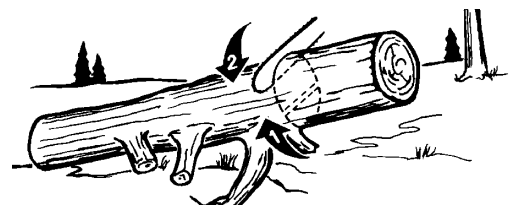

Fig. 14
2. Tronçonnage d'un tronc supporté à une extrémité: Effectuer d'abord une coupe par le dessous (sous-coupe) sur du diamètre, de manière à éviter l'éclatement du bois. Ensuite, effectuer une coupe par dessus (sur-coupe) pour joindre la première coupe et éviter tout coinçage (Fig. 14).